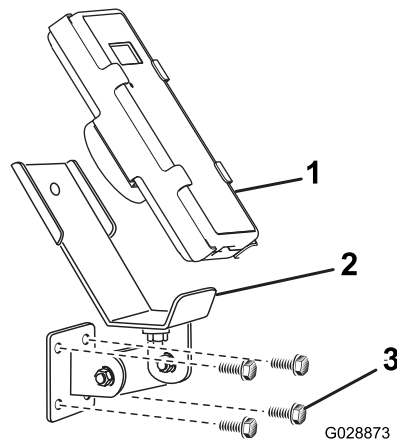
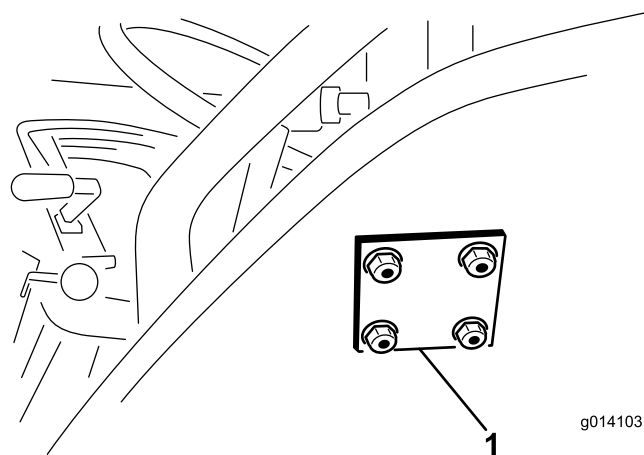

Рисунок 14
Рисунок 15
3. Прикрепите монтажный кронштейн и опорную пластину с помощью 4 болтов с фланцевыми головками (5/16 x 1½ дюйма) и фланцевых контргайек (Рисунок 14 и Рисунок 15).